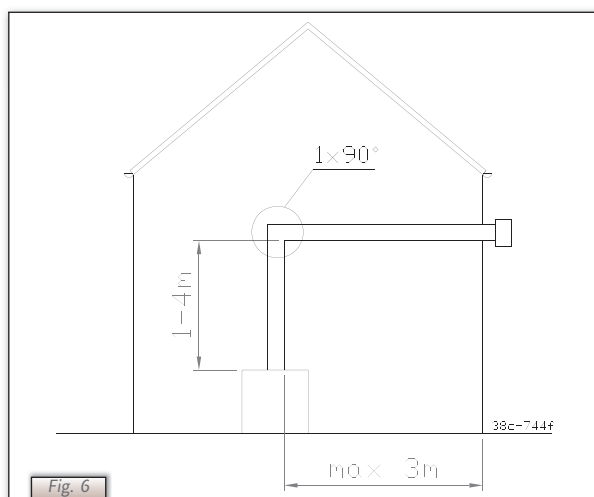

Fig. 6
1) minimo 1 metro e massimo 4 metri di lunghezza verticale dei tubi in combinazione con una curva da 90° e minimo 1 metro fino ad un massimo di 3 metri di lunghezza orizzontale ed un condotto a parete (vedi Fig. 6).